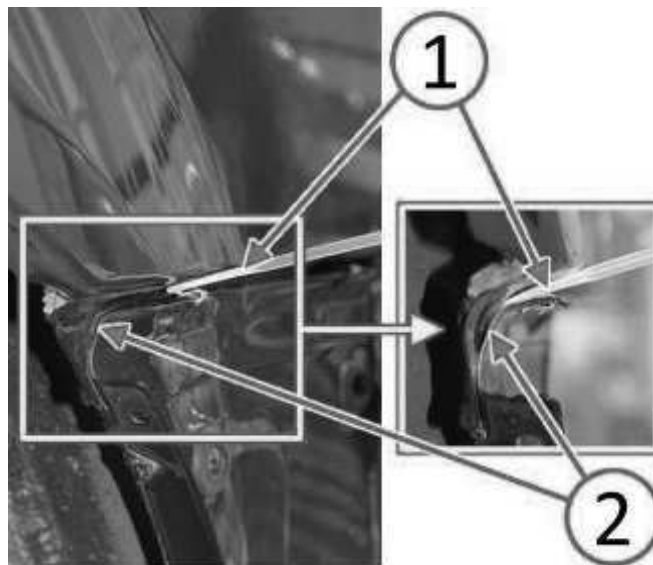

Fig. 2 Applikatorröhrchen modifizieren, damit es in den Schlitz passt
4. Das Ende des Applikator-Verlängerungsröhrchens (1) für die Dose Kent® Spray Leak Check sealer etwas flach oder oval drücken, damit es in den Schlitz (2) des Tragflansches der Stoßfängerverkleidung passt. (Fig. 2).